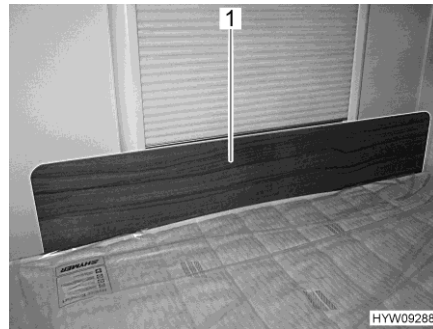

Fig. 117 Cache de protection/protection antichute
- Placer le cache de protection (Fig. 117,1) devant la fenêtre entre le matelas et le cadre de la fenêtre. Le matelas maintient le cache de protection dans sa position devant le cadre de la fenêtre.